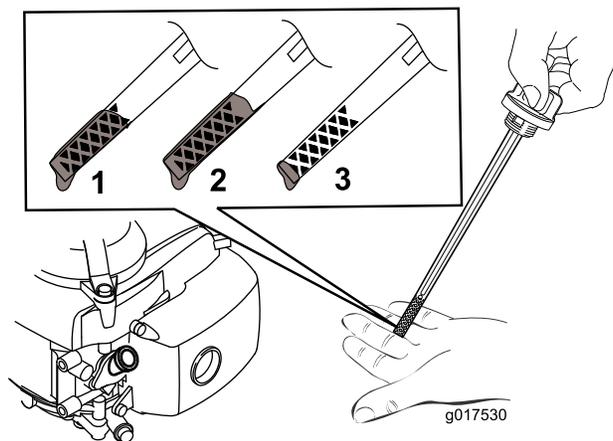

Bild 5
2. Ziehen Sie den Peilstab (**Bild 5**) heraus.
Hinweis: Füllen Sie das Motorkurbelgehäuse mit Öl, bis der Peilstab angibt, dass der Ölstand richtig ist, wie in **Bild 5** dargestellt. Wenn Sie zu viel Öl in den Motor füllen, lassen Sie etwas Öl ab, wie in **Wechseln des Motoröls (Seite 15)** angegeben.